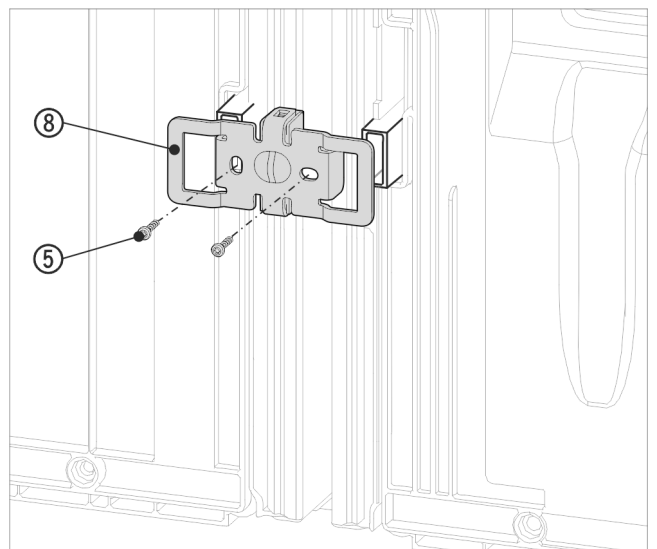

Fig. 19 Piemēra attēlojums
- Atkārtoti bīdiet leņķi Fig. 19 (8) ar padziļinājumiem pāri sienas spraišļu stiprinājumam.
- Stingri pieskrūvējiet ar 2 skrūvēm Fig. 19 (5).